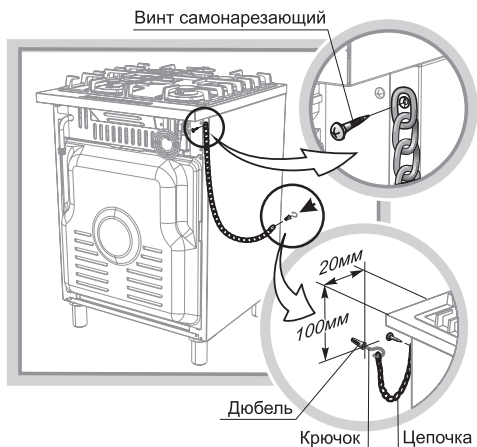

Рис. 18
Разметку для монтажа предохранительной цепочки в плитах 6702 смотри рис. 18.
- Установите плиту на рабочее место и произведите разметку отверстия под дюбель согласно рис. 18.